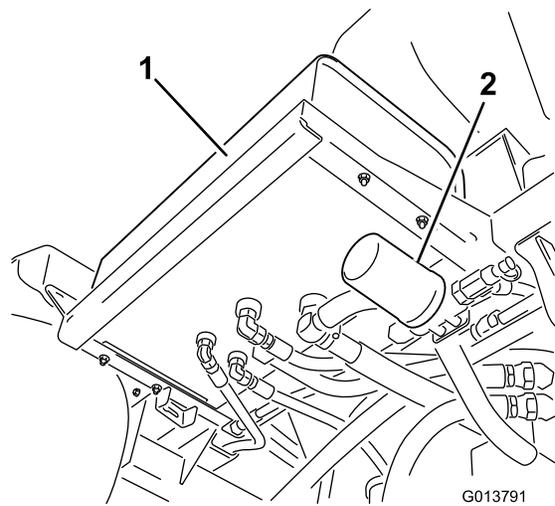
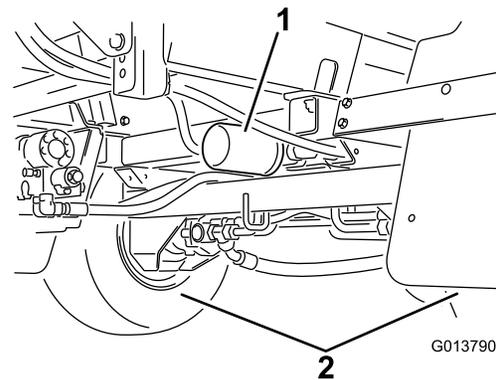

Figura 92
Figura 93
2. Localice los dos filtros hidráulicos en la máquina (Figura 92 y Figura 93).